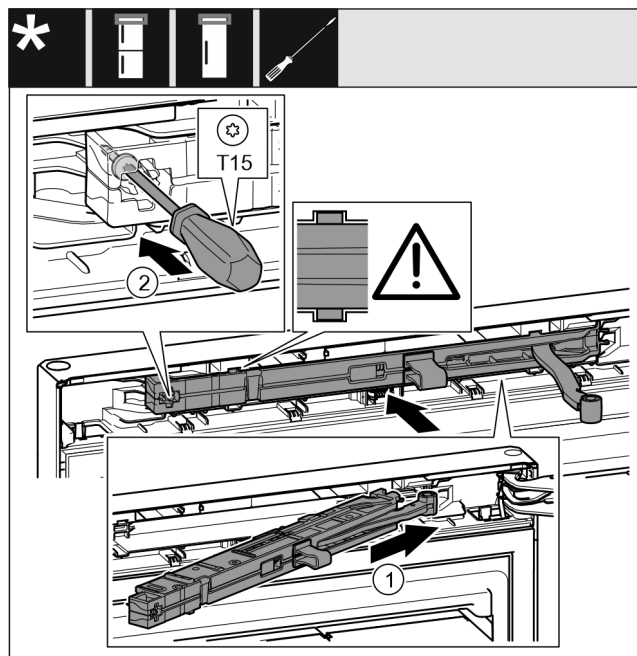

Fig. 22
- ▶ Enoto blažilnikov za zapiranje vrat Fig. 22 (1) na strani ležajnega podstavka potisnite v odprtino do konca.
- ▶ Zategnite vijak Fig. 22 (2) z izvijačem.